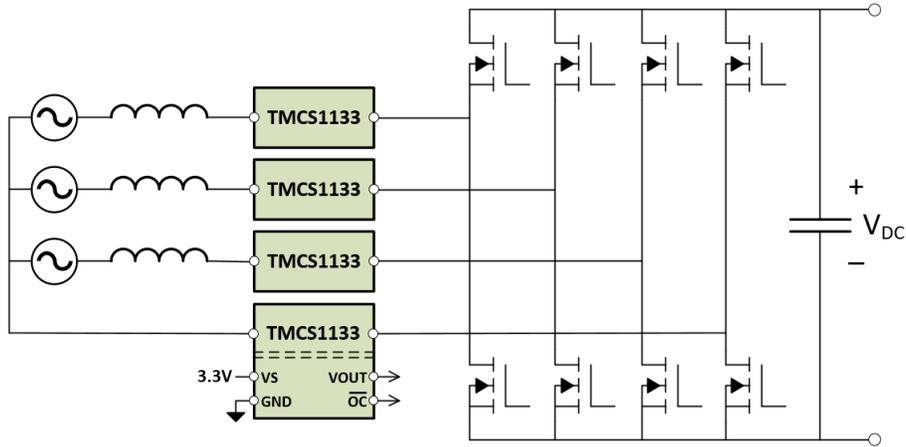

図 9-2. AC/DC コンバータの電流検出
多くのアプリケーションでは、DC 回路で使用するために、AC 電源から電力を変換する必要があります。通常、電力伝送効率を向上させるために、いくつかの種類 **の制御された力率補正 (PFC) 段** が必要です。最新の PFC 段では、全体のサイズを縮小し、電力伝送効率を向上させるために、より高速で高速なパワースイッチが使用されています。多くの場合、AC/DC コンバータの PFC 段は AC 電源グリッドに直接接続されます。PFC 段で検出する場合の主要な課題は、電流センサが高電圧 (HV) 電力グリッドから生じる大きな電圧スパイクに加えて、電荷伝送中に高速パワースイッチから生じる大きな過渡にさらされることです。TMCS1133 構造内に固有の絶縁機能があるので、HV 電流センシングノードと低電圧制御回路との間に高いレベルの絶縁を実現し、高い同相過渡耐性 (CMTI) を達成することで、これらの課題を克服できます。図 9-2 に、一般的な AC/DC コンバータ段での TMCS1133 測定位相電流の使用方法を示します。